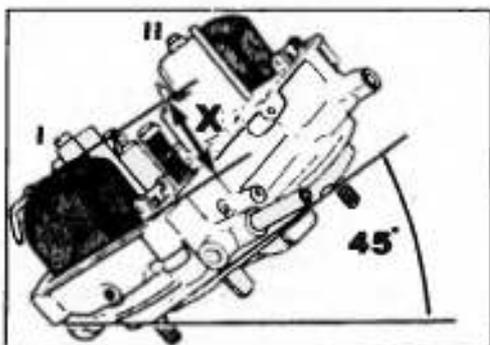

Рис. 7 Установка высоты поплавка
- Переверните верхнюю часть корпуса карбюратора и наклоните ее на 45° , затем измерьте расстояние "X" от верхушки поплавка до поверхности верхней части корпуса (Рис. 7). Пружинный штифт игольчатого клапана поплавка не должен быть сжат.